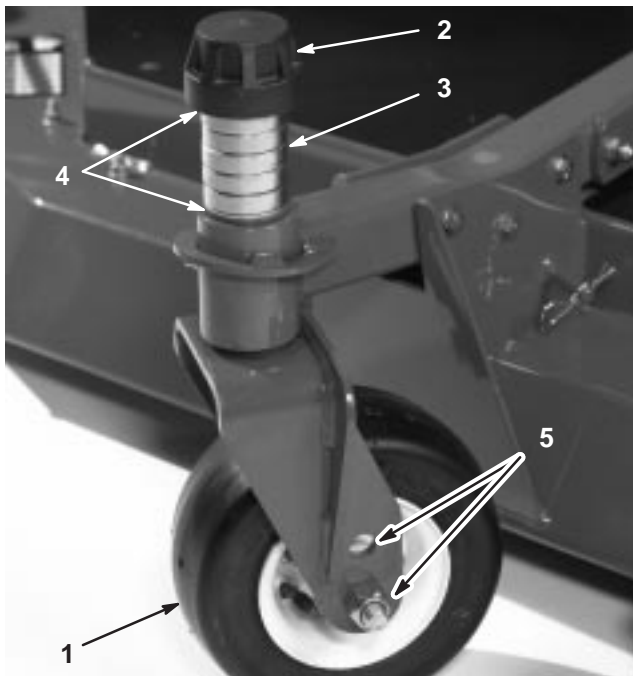

Figure 10
3. Enlevez le chapeau de tension de l'axe de pivot (Fig. 10) et sortez l'axe du bras pivotant. Remplacez les 2 cales (3 mm) sur l'axe de pivot comme à l'origine. Elles sont requises pour que le plateau de coupe soit parfaitement de niveau sur toute la largeur. Placez le nombre requis d'entretoises de 13 mm (voir le tableau ci-dessous) sur l'axe de pivot pour obtenir la hauteur de coupe voulue, puis ajoutez la rondelle.